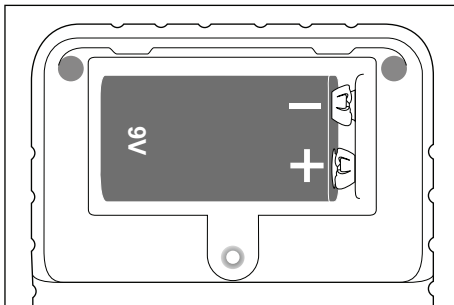

Fig. 2
- 2) Conectați bateria tip bloc de 9 V cu polaritatea corectă (respectați + și -) cu suportul pentru baterii și plasați bateria tip bloc de 9 V în compartimentul pentru baterii (a se vedea fig. 2).